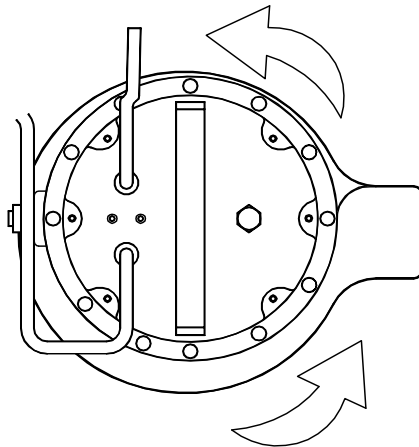

Fig. 2
3. Observe atentamente el contragolpe en el arranque, mirando la electrobomba desde arriba. Si el sentido de rotación es correcto, el casquillo superior se moverá en sentido antihorario como indican las flechas en el dibujo (FIG 2).